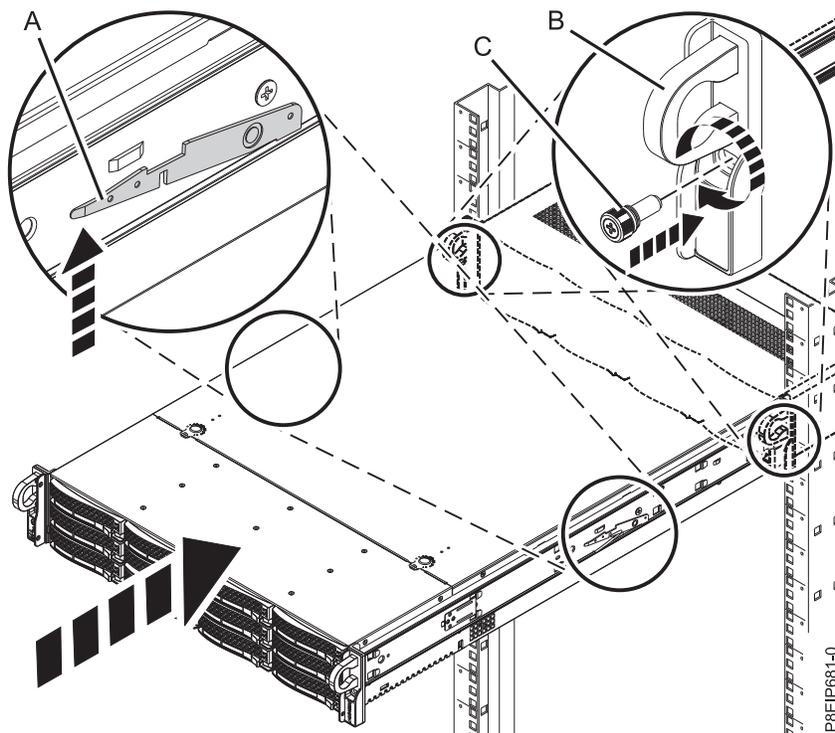

図 76. システムの操作位置への設置
4. レール安全ラッチ (A) を上方に持ち上げて解放し (図 76 を参照)、システムをラックに完全に押し込みます。